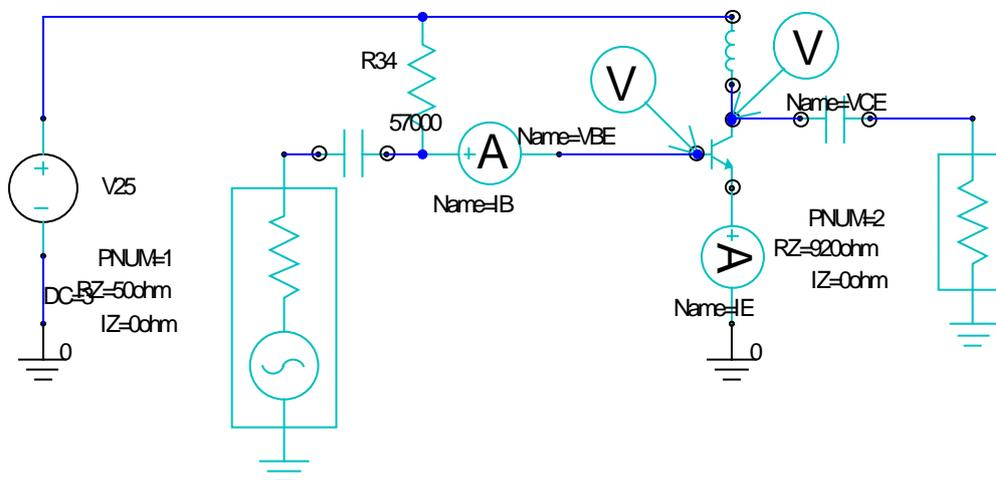

Figure 8.3 : Schéma de l'amplificateur de puissance après configuration du port d'entrée
- Dans le schéma électrique, qu'un symbole de générateur sinusoïdal a été ajouté dans le port d'entrée (Port 1) : Voir figure 8.3.
Avant d'appliquer l'analyse Load Pull à l'amplificateur représenté figure 8.3, il faut effectuer les 2 opérations préliminaires suivantes :
- Vérifier que le schéma de l'amplificateur représenté figure 8.3 se prête bien à une analyse Load Pull ; en particulier, l'impédance du port de sortie (port 2) doit être égale à la valeur par défaut : $50\Omega + j0\Omega$ et si ce n'est pas le cas, effectuer la modification.